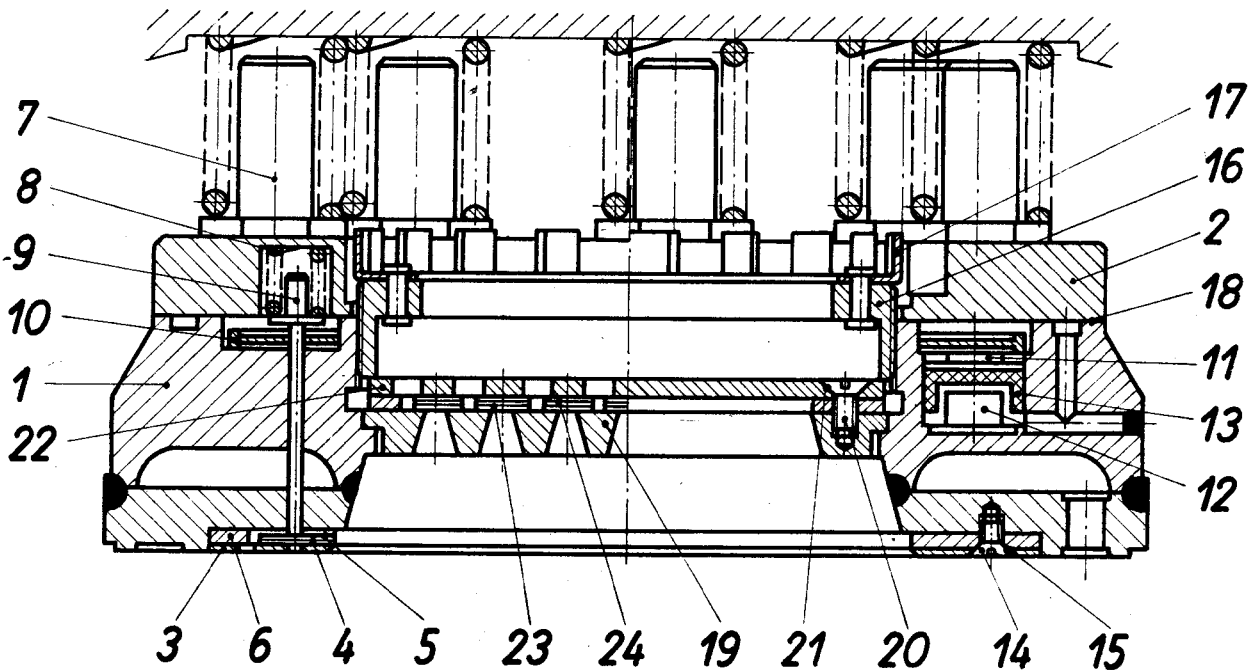

Bild 29
14.4.2.1 Demontage des Druckventils (Verdichter mit 140 mm Kolben- \emptyset) (s. Bild 29)
- a) Sicherungsblech (17) lösen.
- b) Gewinding (16) herausschrauben.
- c) Druckventilsitz (19) aus Saugventilkörper herausnehmen, dann wie unter Abschnitt 14.4.1.1 (ab Punkt d) verfahren!
14.4.2.2 Demontage des Saugventils (Verdichter mit 140 mm Kolben- \emptyset) (s. Bild 29):